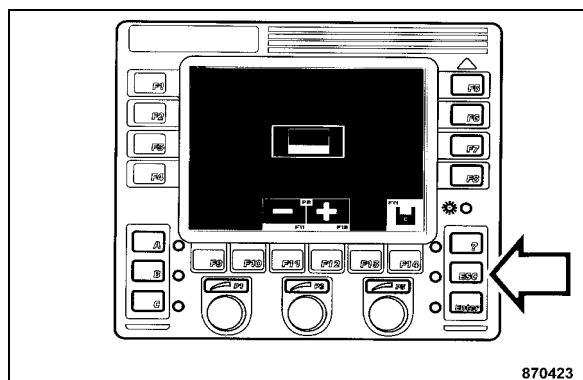

Fig. 89
- Appuyer sur "ESC" (Fig. 89) pour revenir dans l'écran d'accueil.